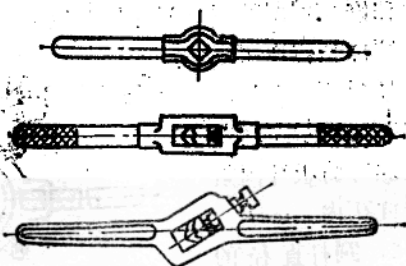

图9-9 普通绞杠
(2) 绞杠是传递扭矩和夹持丝锥的工具，有普通绞杠和丁字绞杠两类，如图9-9和图9-10所示。